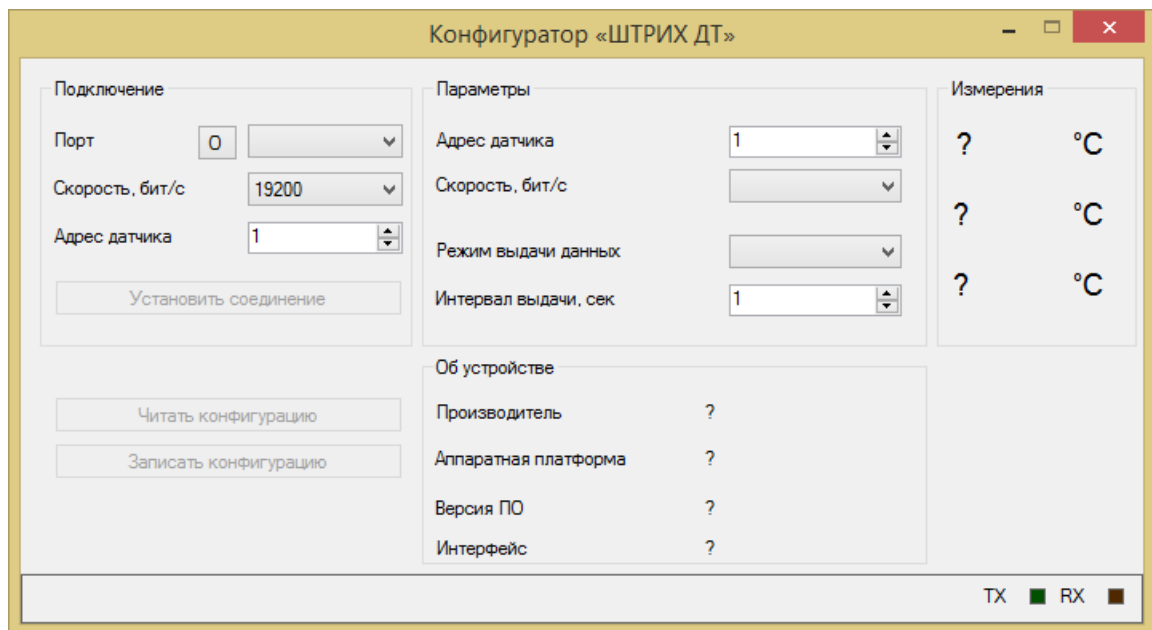

Рисунок 7
6.6.3 Для изменения параметров датчика необходимо в рабочем окне программы (рисунок 7) указать требуемые значения параметров и сохранить в датчике сделанные изменения.